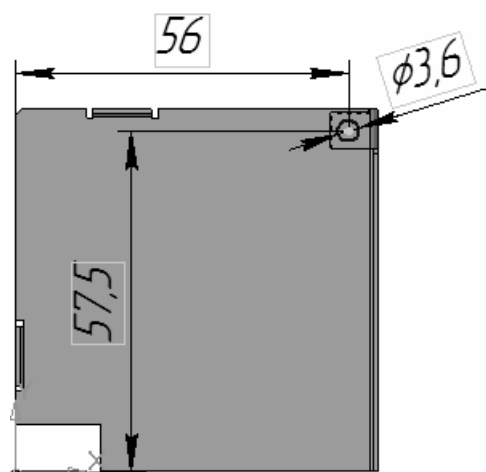

Рис. 7.27. Эскиз отверстия в сгибе №2
25. Выделите верхнюю грань сгиба №2 и постройте эскиз отверстия (рис. 7.27).